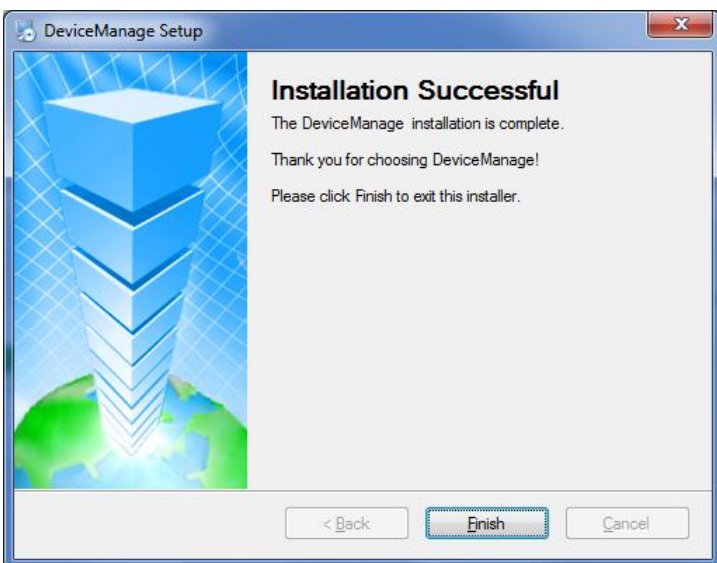

Рисунок 16.2 — Уведомление об успешной установке
- В окне с уведомлением об успешной установке (см. рисунок 16.2) нажмите кнопку **Finish**.